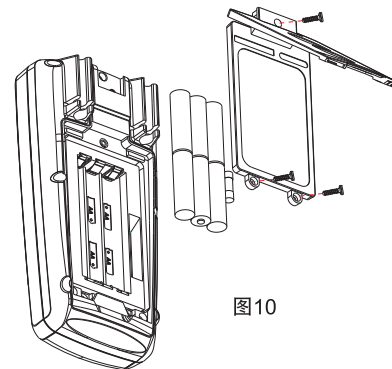

图10
2、电池/保险丝安装或更换(见图10)
本产品的电源为碱性电池1.5V(5号)×6节, 请参考图10使用下列顺序安装或更换电池。
- ①把旋转开关转到 OFF (关闭)位置并从端子上把测试导线线拆下。
- ②用标准十字螺丝刀将电池盖上的三颗螺丝拆下, 拿掉电池盖, 取出电池, 按照极性安装新电池
- ③请使用同一型号的电池, 不要安装不适当的电池。
- ④将已损坏的保险丝按照图10方式取出, 然后换上同一规格的保险丝, 保险丝规格: 0.5A/1000V。
- ⑤安装新的电池后, 装上电池盖, 并锁紧三颗螺丝即可。